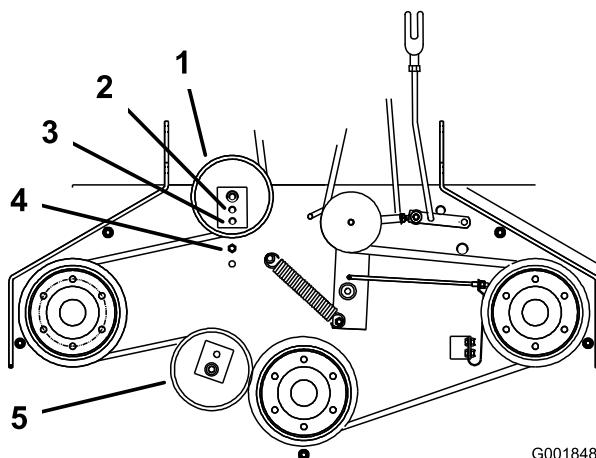

Figura 47
6. Si no es posible ajustar más el tensor y la correa todavía está floja, será necesario cambiar la polea tensora trasera al taladro central o delantero (Figura 47). Utilice el taladro que permita el ajuste correcto.
7. Cuando se cambia de posición la polea tensora, será necesario cambiar también la guía de la correa. Mueva la guía de la correa a la posición delantera (Figura 47).